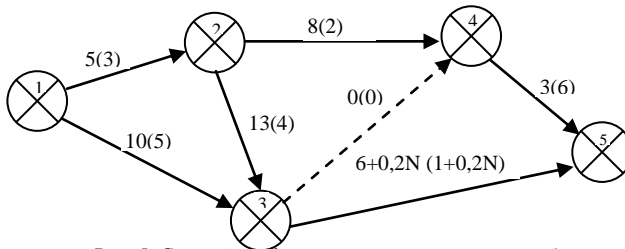

Рис. 5. Сетевой график выполнения комплекса работ.
1. На предприятии необходимо выполнить комплекс работ, последовательность которых изображена на сетевом графике (рис. 5).